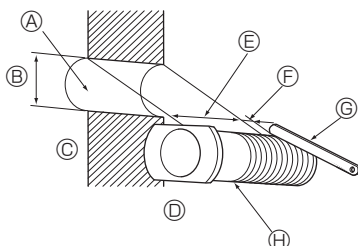

Fig. 3-6
3.4.1. Realización de orificios (Fig. 3-6)
- ① Haga agujeros de $\varnothing$ 65 ó 75 mm con una profundidad de aprox. 5-7 mm y ligeramente inclinados hacia fuera de la habitación.
- ② Inserte los manguitos para orificios de pared en los orificios.
- ① Orificio de la pared
- ② 65 ó 75 mm diám.
- ③ Lado interior
- ④ Sección transversal del orificio de la pared
- ⑤ Grosor de la pared
- ⑥ Una escala
- ⑦ Corte con una longitud de escala suplementaria.
- ⑧ Manguito del orificio de la pared